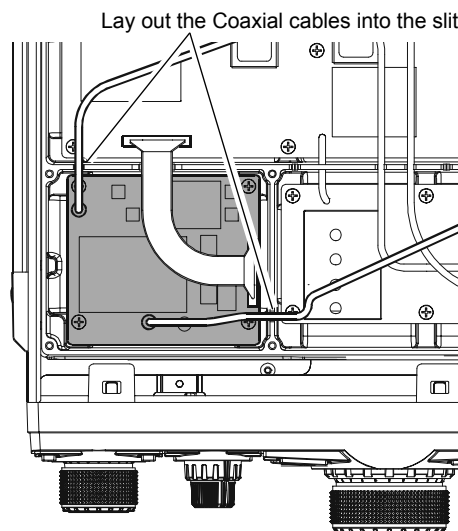

FIGURE 4
8. En se référant à la figure 4, mettre les câbles coaxiaux dans les rainures du châssis.